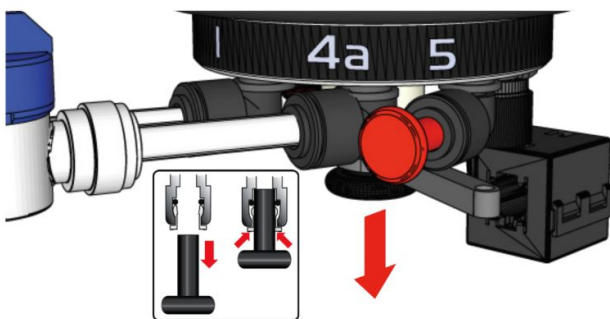

Abb. 3
1. ENTFERNEN Sie den schwarzen Durchgangstopfen vom Behälterauslass mit hohem Durchfluss (unter Anschluss 4a ↓, siehe Abb. 3)